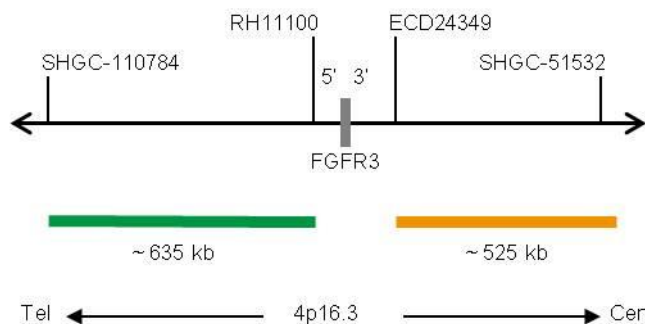

Fig. 1: SPEC FGFR3 Mappa della sonda (non in scala)
- Polinucleotidi (~10 ng/μl) marcati con ZyGreen (eccitazione 503 nm/emissione 528 nm), le cui sequenze target mappano in 4p16.3* (chr4:1,093,149-1,729,455) distali al punto di rottura di FGFR3 (vedere Fig. 1).
- Polinucleotidi (~4.5 ng/μl) marcati con ZyOrange (eccitazione 547 nm/emissione 572 nm), le cui sequenze target mappano in 4p16.3* (chr4:1,922,997-2,446,931) prossimali al punto di rottura di FGFR3 (vedere Fig. 1).